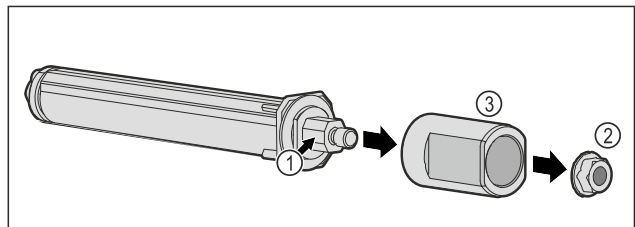

Fig. 54
- ▶ No desmontar el sistema de cierre de puertas Fig. 54 (1).
- ▶ Retirar la tuerca Fig. 54 (2).
- ▶ Retirar el manguito Fig. 54 (3).